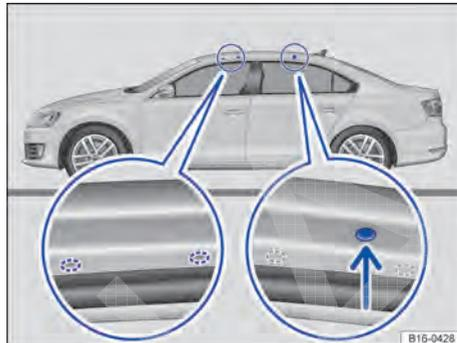

Fig. 110 Pontos de fixação dos suportes de base.
As marcações para fixação na frente encontram-se nos lados inferiores das vigas do teto → Fig. 110 (lupa esquerda). As marcações e furos para fixação atrás encontram-se nos lados inferiores das vigas do teto.
- Fixar os suportes de base somente nas perfurações e marcações indicadas na figura → Fig. 110.